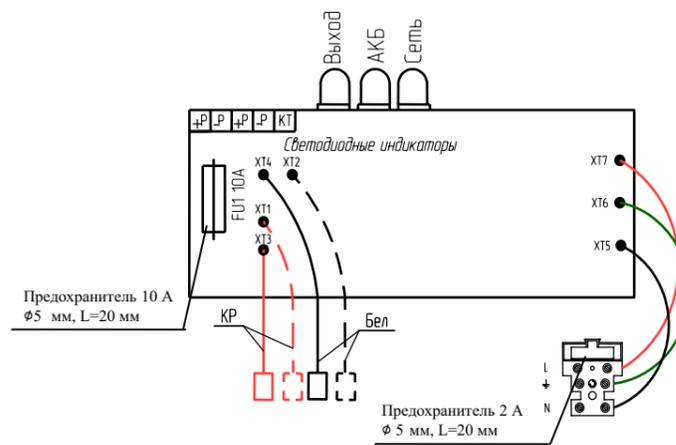

Рисунок 2 – Плата бокса
6.4 Подключение соединений производить в следующей последовательности (см. рисунок 2):
в) подать на бокс сетевое напряжение 230 В 50 Гц, при этом должен засветиться зеленым цветом индикатор **СЕТЬ**. Если индикатор **СЕТЬ** не засветился, проверить наличие сетевого напряжения на клеммах L и N сетевой колодки и исправность предохранителя 2А (см. рисунок 2), и при необходимости, заменить его;
Если индикатор «**ВЫХОД**» погас, то необходимо заменить предохранитель 10 А (см. рисунок 2).
в) отсоединить провода от всех клемм «+Р». Индикаторы **АКБ** и **ВЫХОД** должны светиться. Если индикатор **ВЫХОД** погас, необходимо заменить предохранитель FU1 10 А (см. рисунок 2);